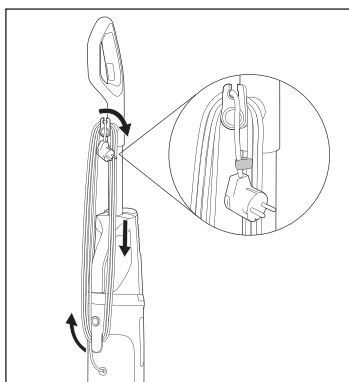

Abb. 3
- ♦ Wickeln Sie das Netzkabel ❶ vollständig um die Kabelhalter oben und unten ❷/❸ (siehe Abb. 3).